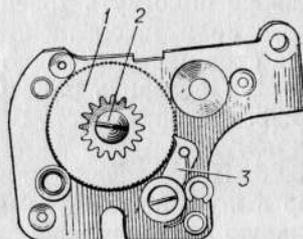

Рис. 34. Нижняя плата механизма транспортировки:
5.3.17. Проверить фиксацию храпового колеса 1 (рис. 34) собачкой 3. При необходимости износившийся носик собачки исправить или заменить собачку.